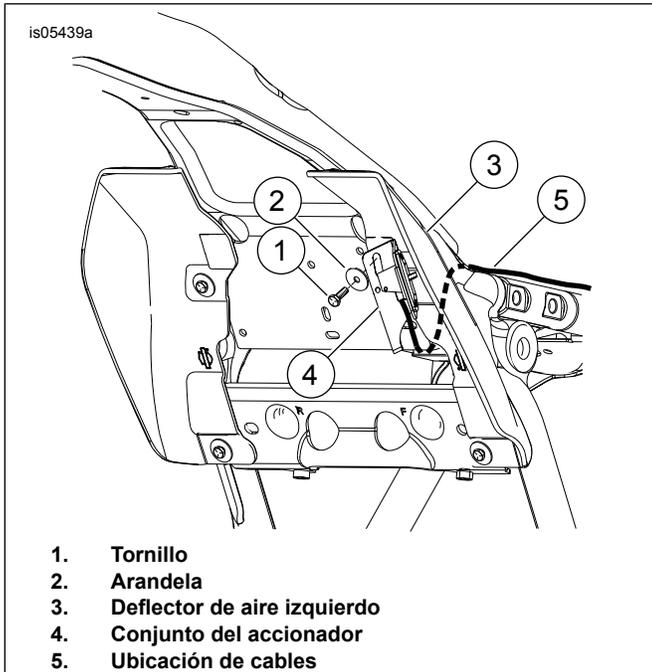

Figura 5. Instalación del conjunto del accionador con deflector de aire montado en medio de la estructura
3. Ver Figura 5 . Tire de la presilla del cable de la bujía del agujero en la placa de la estructura en la ubicación donde se instalará la pieza de soporte del mango de ajuste. Deseche la presilla de la manguera plástica.
8. Figura 5 Verifica que el cable de ajuste del respaldo no esté conectado en la pieza de soporte de montaje. Desde el extremo de montaje del accionador, pase el cable del respaldo debajo de la placa del travesaño y a través de la estructura (5).
10. Figura 5 Desliza el lado plano de la pieza de soporte del conjunto del accionador (4) detrás de los cables y alinea el agujero de montaje superior del deflector con la ranura en la pieza de soporte del mango de ajuste. Asegúrese de que la lengüeta doblada/de gancho de la pieza de soporte se enganche con la placa del travesaño. Cuando estén alineadas, inserte y apriete el tornillo y la arandela.